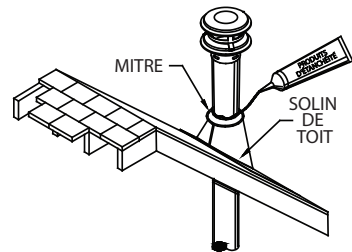

Figure 9
**1.** Pour terminer, appliquer un scellant étanche haute température là où la mitre rencontre le conduit et le solin; faire glisser la mitre vers le bas jusqu'à ce qu'elle accote sur le solin (**Figure 9**). En le tenant par sa base, verrouiller en tournant le chapeau vertical de terminaison sur la section de tuyau supportée dépassant de la ligne de toiture.